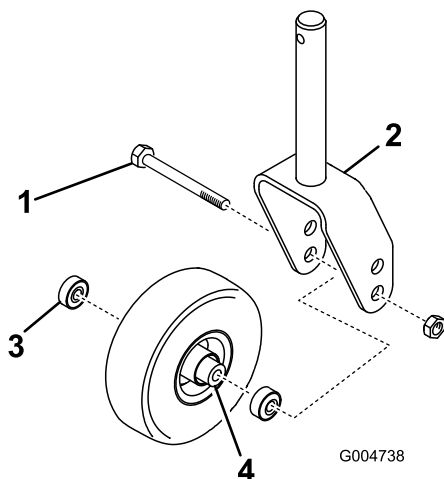
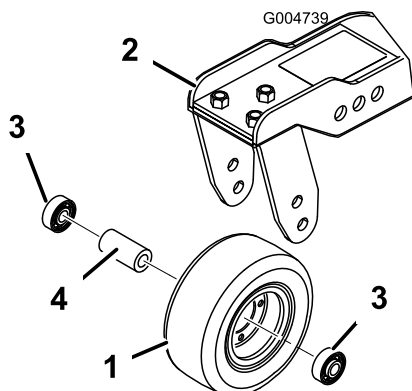

Figure 126
Figure 127
1. Retirez le contre-écrou du boulon qui fixe la roue pivotante entre la fourche (Figure 126) ou le bras de la roue pivotante (Figure 127).
2. Enlevez le roulement du moyeu de la roue et laissez tomber la douille d'écartement à l'extérieur (Figure 126 et Figure 127).